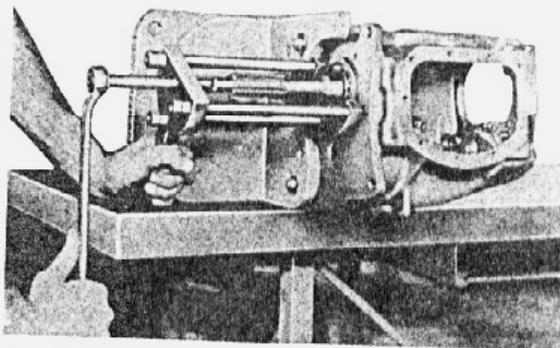

fig. 7 — remoção da árvore primária
16. Com auxílio da ferramenta ilustrada a fig. 7, sacar a árvore primária para fora do rolamento. Remover o rolamento da carcaça da caixa de mudanças.